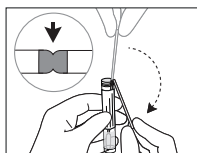

Fig. 2a
4. Incliner la tige de l'écouvillon à un angle de 180° afin de la rompre au niveau du point de rupture en maintenant le tube loin du visage. Si nécessaire, faites tourner délicatement la tige de l'écouvillon pour la rompre totalement (Fig. 2a et 2b). Si l'écouvillon utilisé n'a pas de point de rupture, couper la partie excédentaire de la tige.